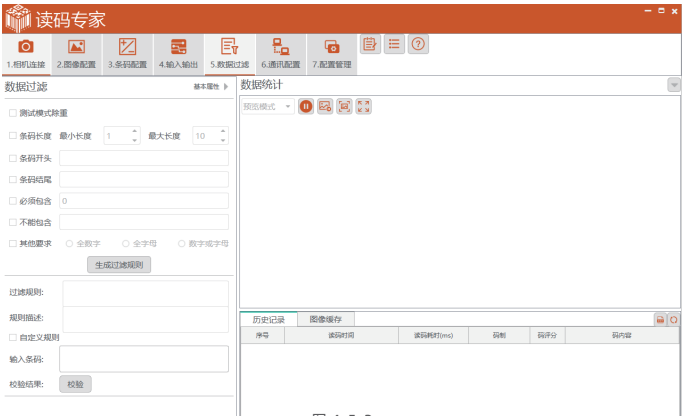

图 4-5-2
- 2、在顶部菜单栏中的数据过滤中修改数据过滤规则，如图 4-5-2 所示。